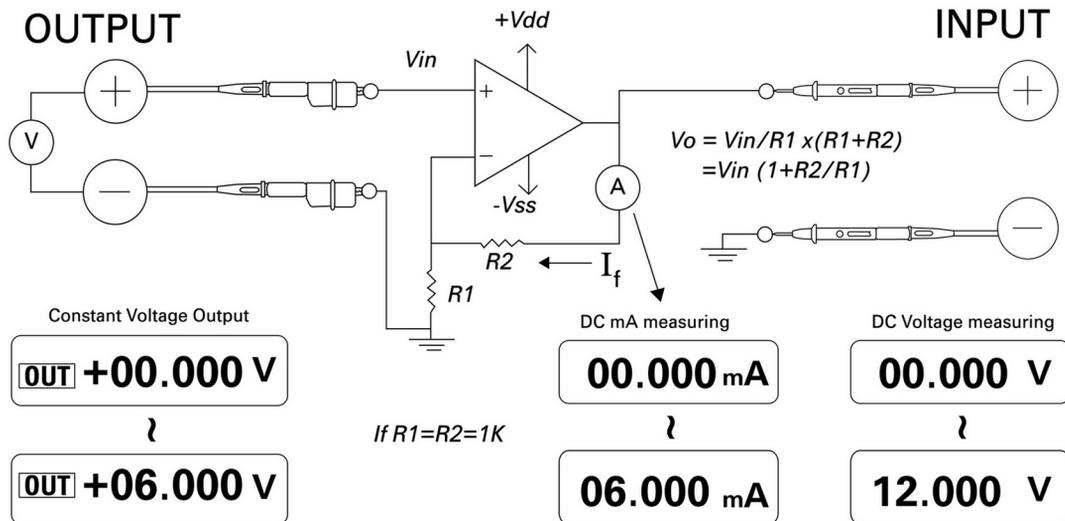

Abbildung 5-14 Spannung-Strom-Wandler
Durch Beibehaltung der Differenzeingangsspannung von null sorgt der in Abbildung 5-14 dargestellte Operationsverstärker dafür, dass der Strom $I = V_{in}/R1$ durch die R2-Last im Rückkopplungspfad fließt. Dieser Strom ist unabhängig von der Ladung.
- 5 Schließen Sie den Operationsverstärker an, wie in Abbildung 5-14 gezeigt.
- 8 Alternativ können Sie den Drehregler in die Position $\approx mA$ /  stellen und die Eingangssondenleitungen anstelle des Messgeräts **A** anschließen wie in Abbildung 5-14 dargestellt. Sie werden feststellen, dass der gemessene Strom proportional zur Spannungseingabe in den Operationsverstärker ist.